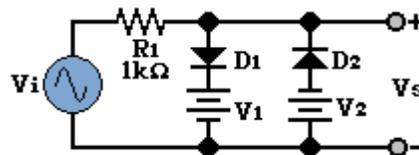

Figura 4.1
- Arme el circuito mostrado en la figura 4.1. Con una señal senoidal de 12V_{pp} , a 1kHz .